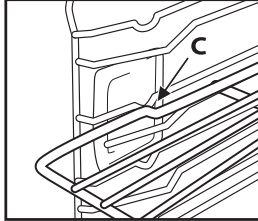

Fig. 3
3. Sett risten vannrett igjen og skyv den helt inn på plass "C" (Fig. 3).